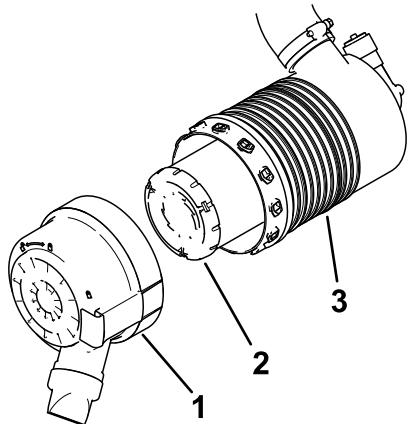

Figura 43
5. Instale a cobertura do filtro de ar com a tampa de poeira orientada para baixo como em Figura 43 e prenda os trincos.